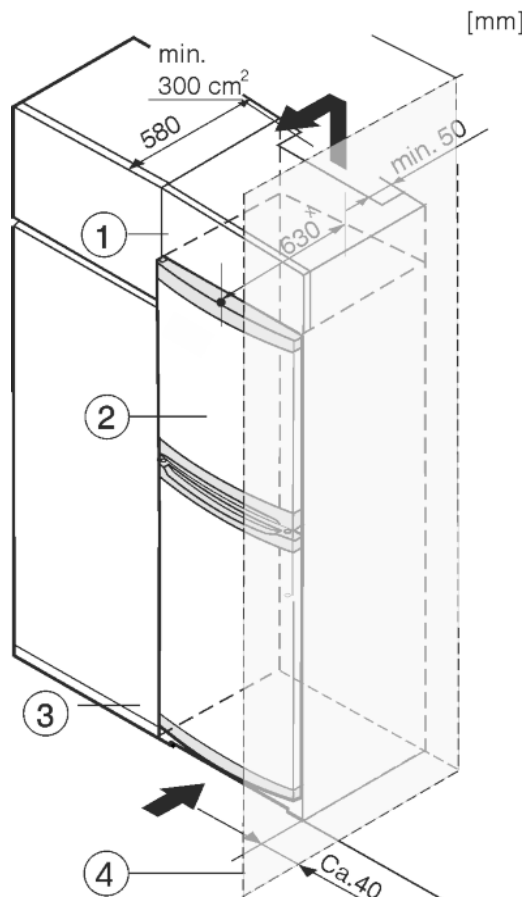

Fig. 8
- (1) Opbouwkast
- (2) Apparaat
- (3) Keukenkast
- (4) Wand
Het apparaat kan in keukenkasten worden ingebouwd. Om het apparaat Fig. 8 (2) aan de hoogte van het keukenblok aan te passen, kan boven het apparaat een opzetkast Fig. 8 (1) worden aangebracht.
Bij een ombouw met keukenkasten (diepte max. 580 mm) kan het apparaat direct naast de keukenkast Fig. 8 (3) worden geplaatst. Het apparaat steekt aan de zijkant 34 mm * en in het midden 50 mm * uit ten opzichte van het keukenkastfront.
Plaatst u het apparaat met de scharnierkant naast een muur Fig. 8 (4), dan moet de afstand tussen apparaat en muur minstens 40 mm bedragen. Dit in verband met het uitsteken van de deurgreep bij een geopende deur.